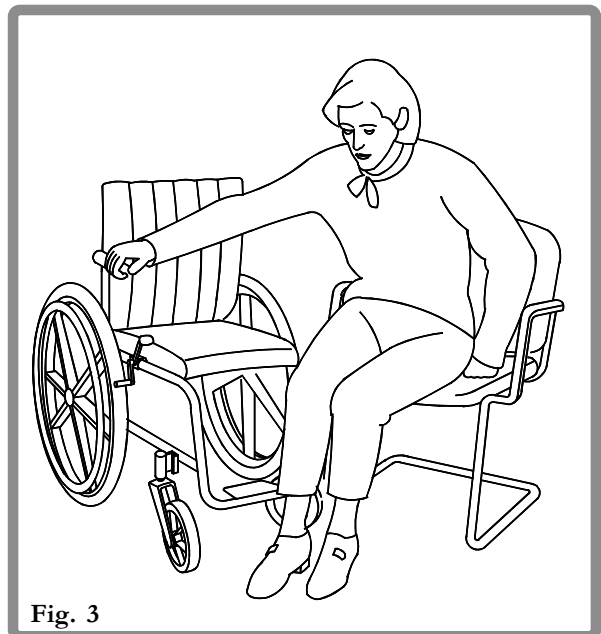
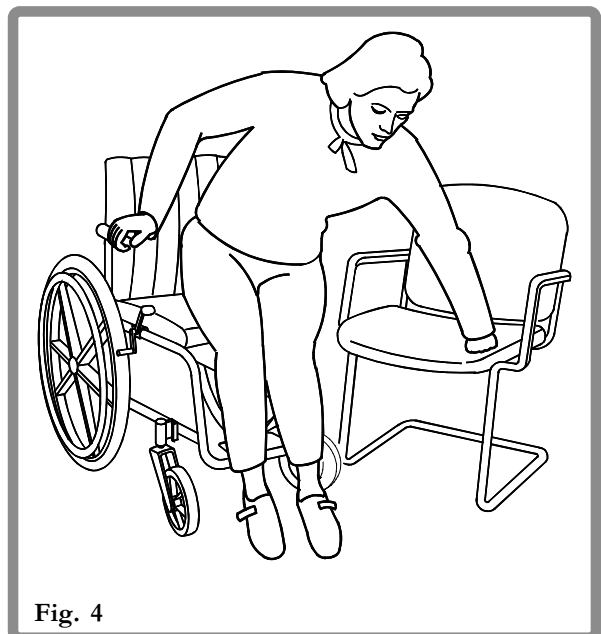

Fig. 3
Fig. 4
1. Når det er mulig plasseres rullestolen som vist på tegningen i (Fig. 3 og Fig. 4).